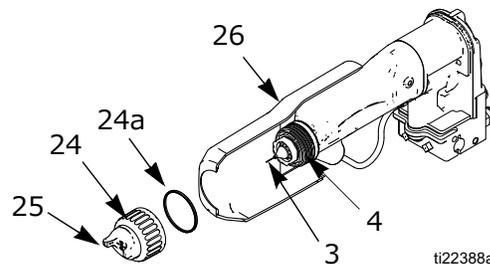

図 12. エアキャップおよび液体ノズルの清掃
2. エアキャップアセンブリ (24、25) とシュラウド (26) を取り外します。図 12 を参照してください。
3. 溶剤で湿らせた布で、ガンの液体ノズル (4) をきれいに拭きます。溶剤がエアの経路に入らないようにしてください。ガンの清掃は、可能な場合は常に下を向けて行ってください。
4. 液体ノズル (4) のエア経路に塗料が存在すると思われる場合には、サービス作業を行うためにガンをラインから外してください。清掃や交換のために液体ノズルを取り外す方法については、**エアキャップと塗料ノズルの交換** ページ 30 を参照してください。
5. 柔らかな獣毛ブラシと溶剤を使ってエアキャップ (25) を清掃するか、適切な溶剤にエアキャップを浸して、布で拭いて清掃します。金属製の工具は使用しないでください。
6. シュラウド (26) をガン側にスライドします。
7. 注意しながらエアキャップ (25) を取り付けます。電極 (3) はエアキャップの中央の穴を通してください。エアキャップを回して希望の場所に移動します。
8. Uカップ (24a) がリテーナング (24) の所定位置に取り付けられていることを確認してください。リップは前に向ける必要があります。エアキャップが所定位置にしっかりと固定されるまでリテーナリングを締めます；手でエアキャップホーンを回すことができない程度まで締めてください。